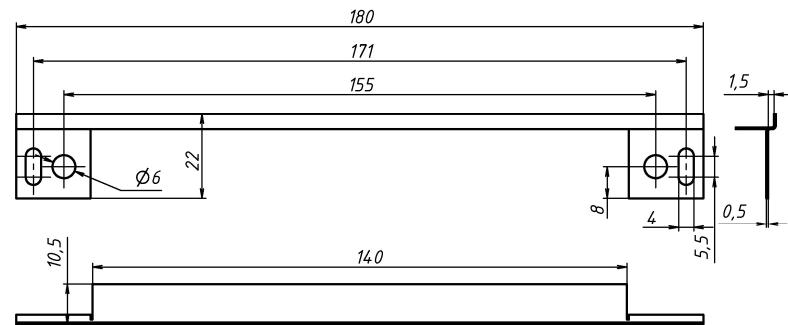

Рисунок 7 – Планка декоративная
6.6 Для скрытия зазоров (щелей), образующихся в процессе установки корпусной части в дверную коробку в качестве декоративного элемента используется планка декоративная, выполненная из нержавеющей стали (рисунок 7).